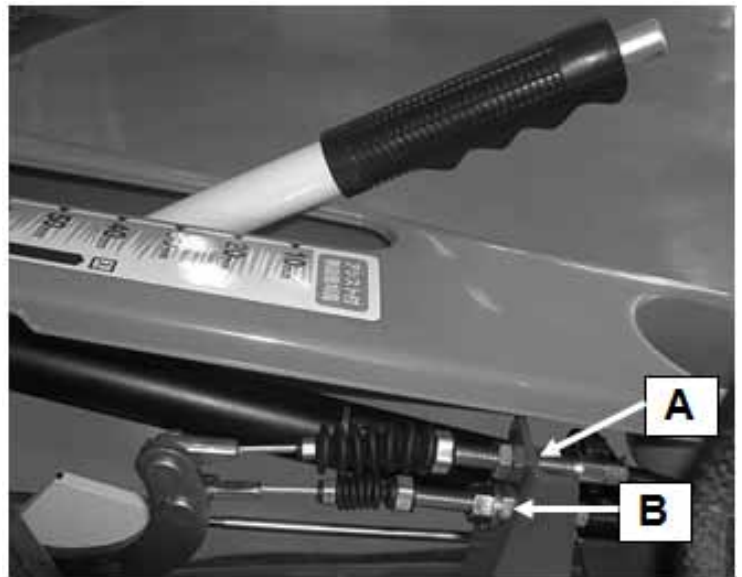

Bild 25
- Wenn der Keilriemen durchrutscht, stellen sie den Bowdenzug (Bild 25, B) so ein, dass die Spannfeder richtig gespannt ist.